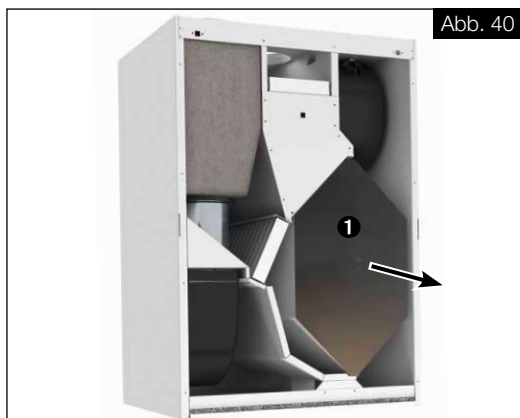

Abb. 40
3. Wärmetauscher ❶ vorsichtig aus dem Gerät ziehen (s. Abb. 40).